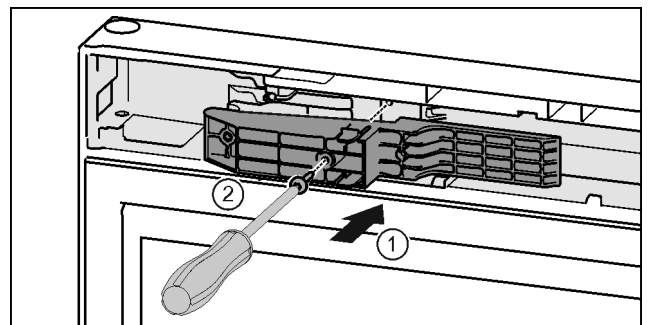

Fig. 46 \*
- ▶ Adapterstück auf der Griffseite in die Aussparung einsetzen. Fig. 46 (1)\*
- ▶ Schrauben mit Schraubendreher T15 festschrauben. Fig. 46 (2)\*